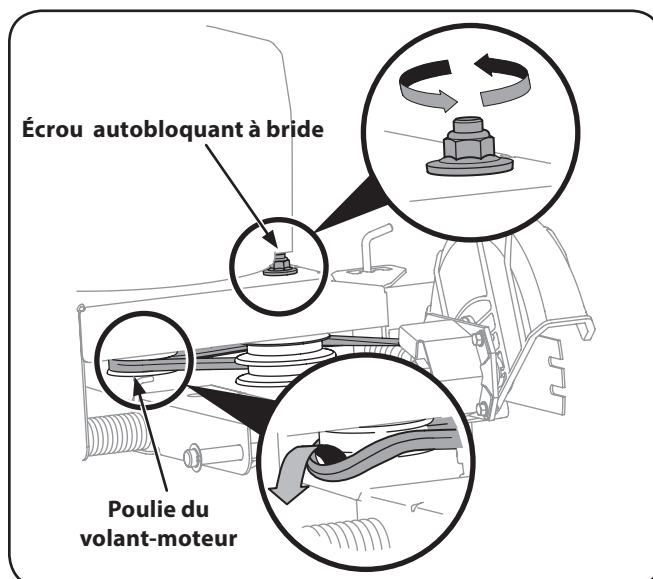

Figure 7-1
NOTE : Aux fins de ré-assemblage, veuillez noter la position de la courroie d'entraînement sur les deux poulies de tension et sur la poulie du volant-moteur avant d'effectuer les étapes suivantes. Voir Figure 7-1.
1. Placez-vous devant l'appareil et desserrez l'écrou autobloquant à bride situé sur le haut du châssis de façon à ce que la poulie de tension puisse pivoter légèrement hors du châssis. Voir Figure 7-1.
2. Avec l'autre main, retirez avec soin la courroie de la poulie d'entraînement. Voir Figure 7-1.